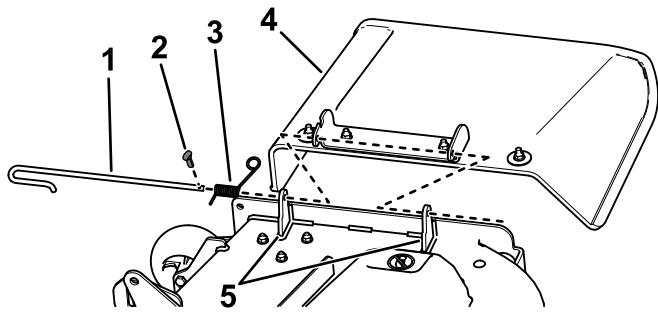

Figure 5
2. Désengagez le ressort du cran dans le support de déflecteur, retirez la goupille fendue et (modèles CE uniquement), sortez la tige des supports soudés du plateau, du ressort et du déflecteur d'éjection (Figure 5).
- Déposez le déflecteur (Figure 5).